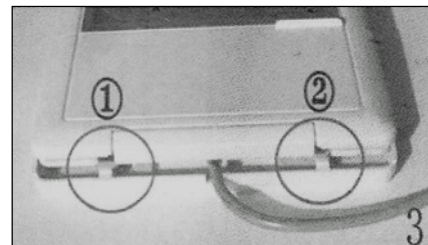

Figure 3
- Insérer le haut du boîtier de l'afficheur dans les cannelures du panneau arrière : figure 3.